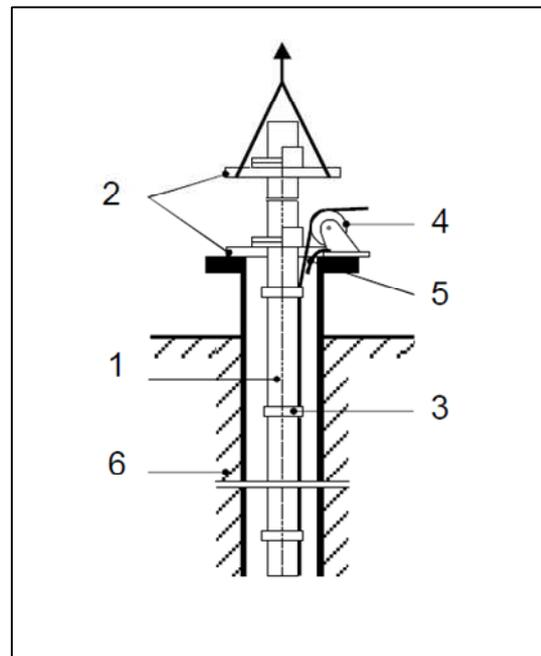

Abbildung 3: Montage der Pumpe
1. Montieren Sie die erste Länge des Steigrohres (1) an das Pumpenaggregat. Dieses sollte nicht länger als 0,5 m sein. (→ Abbildung 3, S. 18)
2. Befestigen Sie die Stromzuführungsleitungen und die eventuell vorhandenen Steuer- und/oder Messleitungen mit Kabelschellen (3) an dem Steigrohr (1).
3. Bringen Sie unterhalb des Steigrohrflansches bzw. der Steigrohrmuffe die erste Tragschelle (2) an. Die Pumpe